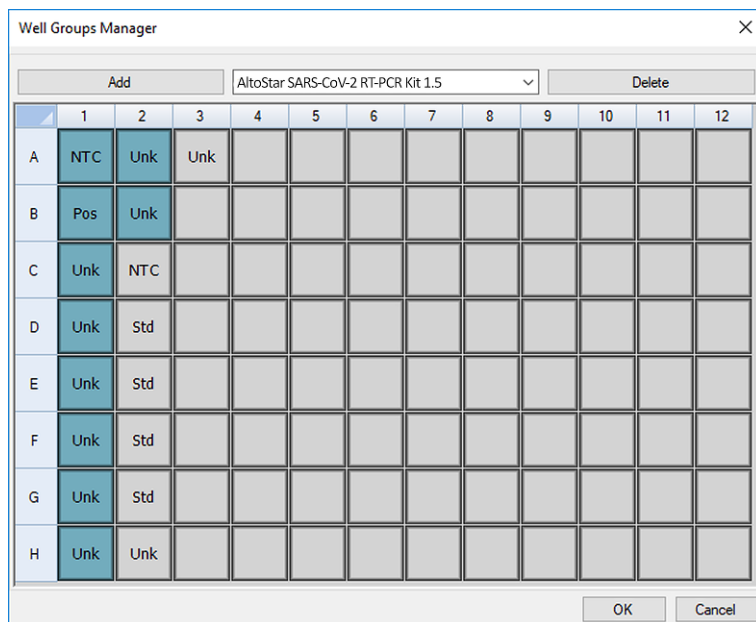

Figura 2: Finestra di dialogo Well Groups Manager (Manager gruppi pozzetto)
2. Nella finestra di dialogo Plate Editor (Editor piastra) fare clic su **Well Groups...** (Gruppi pozzetto...) nella barra degli strumenti. Verrà visualizzata la finestra di dialogo Well Groups Manager (Manager gruppi pozzetto) (vedere figura 2).
5. Selezionare tutti i pozzetti nell'area della piastra di PCR che appartengono al primo test (vedere figura 2). I pozzetti che appartengono a un singolo test possono essere identificati nella finestra di dialogo Plate Editor (Editor piastra) grazie alla voce immessa nel campo **Biological Set** (Set biologico).